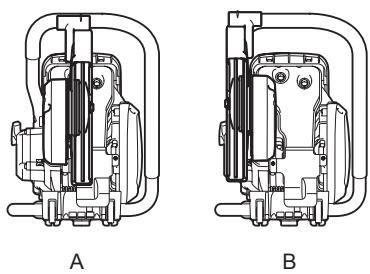

Abb. 1
- Lösen Sie die Befestigungsmutter und drehen Sie die Spannungs-Einstellschraube nach links, bis das Ende der Schraube sichtbar ist. (Abb. 1)
- Entfernen Sie die Befestigungsmuttern und die Riemensabdeckung. (Abb. 1)